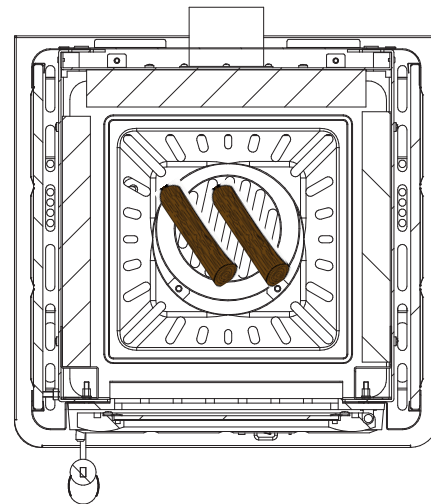

Abb. 7.4
- Legen Sie Brennmaterial nach und schließen Sie die Tür des Brennraums wieder. Um den Brennstoff optimal im Feuerraum auszurichten, auf **Abb. 7.4** Bezug nehmen.